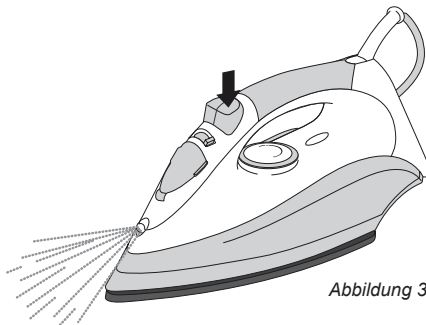

Abbildung 3
Mit der Sprühfunktion können Sie den Stoff, den Sie gerade bügeln, befeuchten. Damit können Sie eventuelle Knitter im Stoff besser entfernen. Die Sprühfunktion können Sie bei jeder Temperatur verwenden, indem Sie auf den Wahlknopf (6) drücken (siehe Abbildung 3).